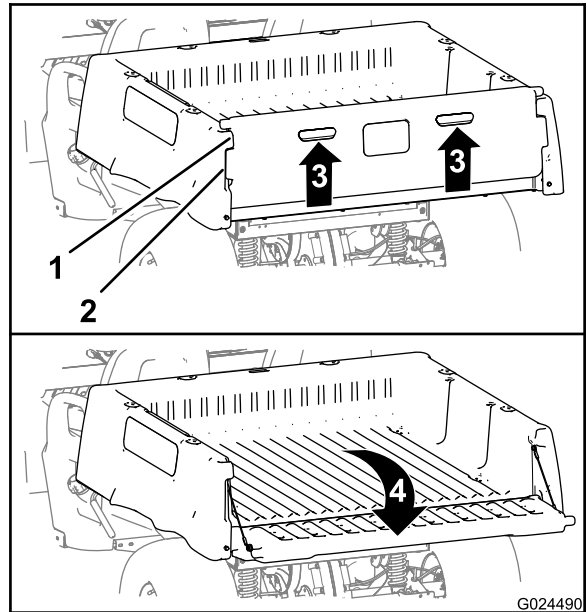

Bild 14
2. Heben Sie die Fingerzüge an der Rückplatte der Heckklappe an (Bild 14).
3. Fluchten Sie die Riegelflansche an der Heckklappe mit den Öffnungen zwischen den Heckklappenflanschen an der Ladepritsche aus (Bild 14).
4. Drehen Sie die Heckklappe nach hinten und unten (Bild 14).
6. Drehen Sie die Heckklappe nach oben und vorne, bis die Riegelflansche an der Heckklappe mit den Heckklappenaussparungen an der Ladepritsche bündig sind (**Bild 14**).
7. Senken Sie die Heckklappe ab, bis sie im Heck der Ladepritsche sitzt (**Bild 14**).